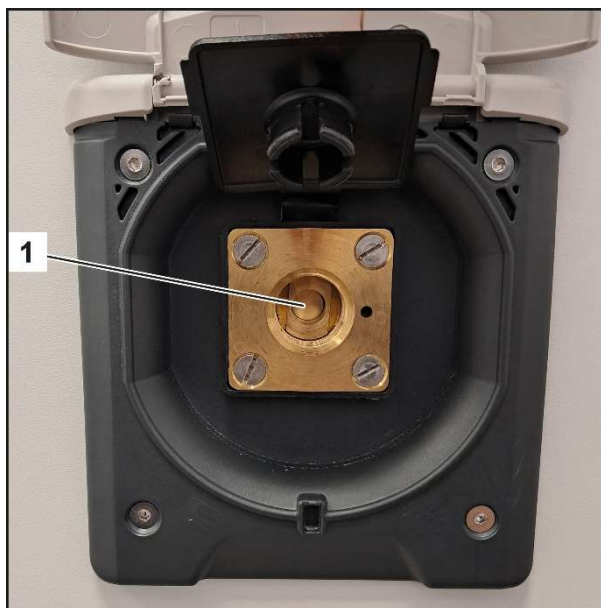

Bild 14
8. Ta bort tankadaptorn (Bild 13/1) från påfyllningsnippeln (Bild 14/1).